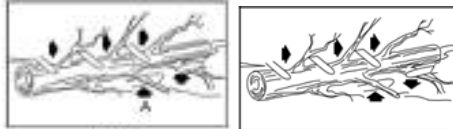

FIG. 3
- Esta operación consiste en cortar las ramas de los árboles caídos. Nota: No corte las ramas que sostienen el árbol derribado antes de cortarlo en pedazos. (Fig. 3)